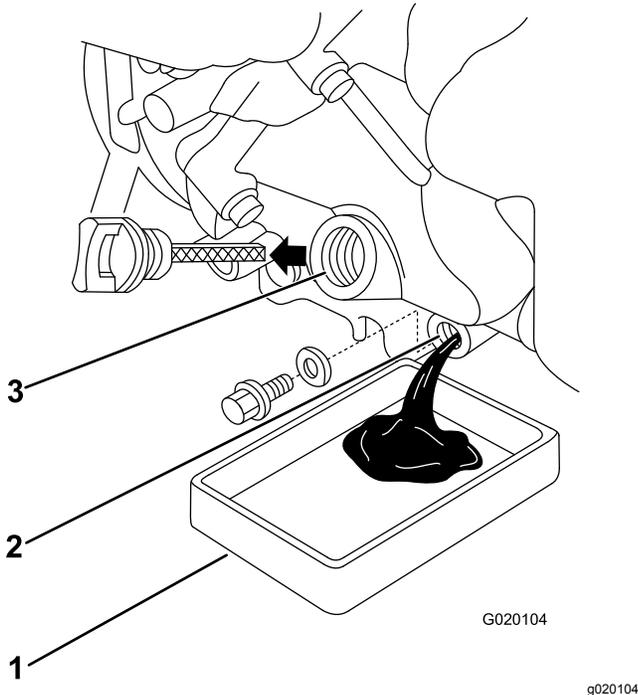

Figure 20
2. Procurez-vous un entonnoir en prévision de la vidange d'huile, puis retirez le bouchon de vidange et placez l'entonnoir sous le bouchon pour guider l'huile dans un bac (Figure 20).